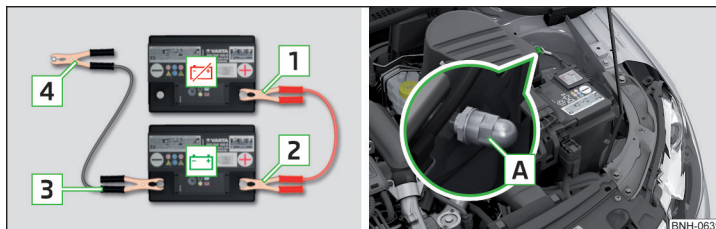

Fig. 244 **Pornirea asistată:** ☹ - bateria descărcată, ☺ - bateria furnizoare de curent/punctul de masă al motorului la sistem START-STOP
- La autovehiculele **cu** sistem START-STOP conectați clema **4** la punctul de masă al motorului **A** » fig. 244.